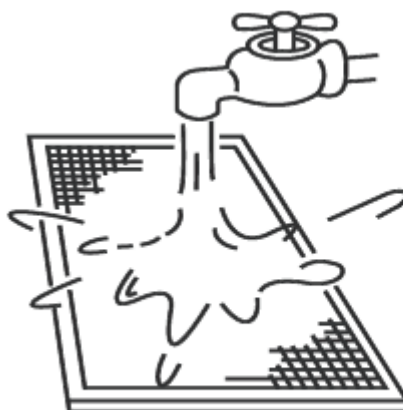

Fig.5-14
- b. Używając wody oczyść filtr od strony wylotowej. (Patrz Fig.5-14).